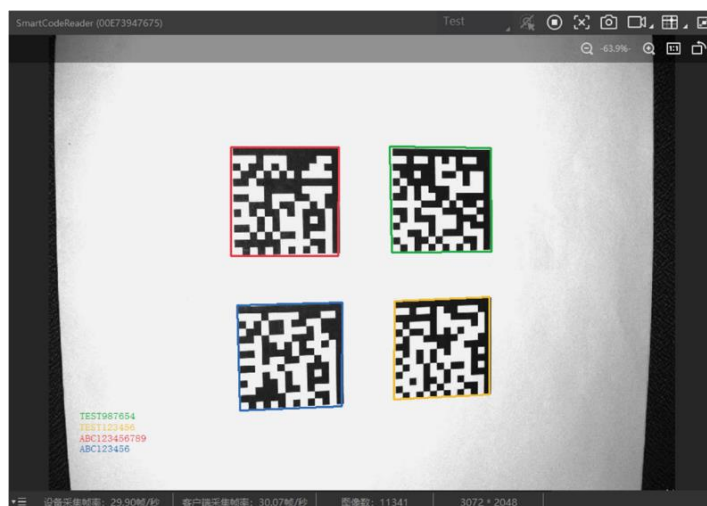

图3-21 设备实时预览
5. 通过“预览窗口”区域，单击并进行触发操作，可以查看图像和条码识别情况。对于读取到的条码，实时画面中会框选条码，并在左侧显示具体的条码信息，如图 3-21 所示。